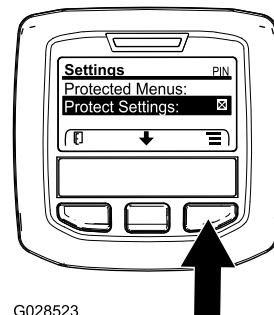

Figura 41
1. Acceda al menú protegido y desbloquee el submenú de ajustes protegidos (Figura 41); consulte Acceso a los menús protegidos \(página 14\).